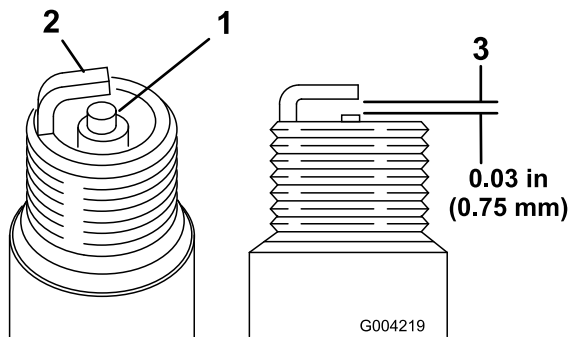

Figure 41
1. Examinez le centre des bougies (Figure 41). Si le bec isolant est recouvert d'un léger dépôt gris ou brun, le moteur fonctionne correctement. S'il est recouvert d'un dépôt noir, cela signifie généralement que le filtre à air est encrassé.
2. Contrôlez l'écartement entre l'électrode centrale et l'électrode latérale (Figure 41).
3. Courbez l'électrode latérale (Figure 41) si l'écartement est incorrect.